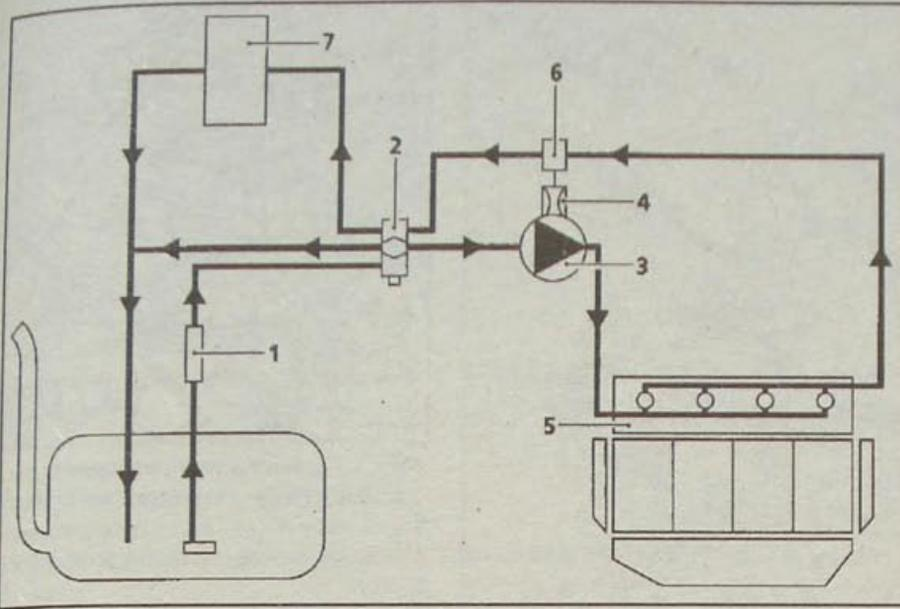

Рис. 4.43. Схема топливной системы:
– топливный насос низкого давления (1, рис. 4.43), расположенный между впускным трактом и топливным фильтром;
– топливный фильтр (2);
– топливный насос высокого давления (3);
– регулятор высокого давления (4), установленный на ТНВД;
– топливораспределительную магистраль (5) с датчиком давления топлива;
– кран перезаправки системы подачи топлива (6), открытый при нормальной работе двигателя;